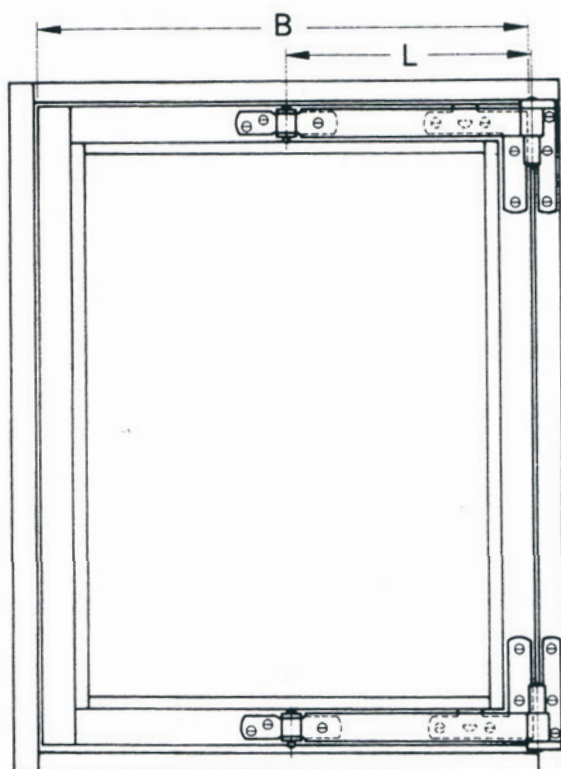

Fig. 1: Vindue forfra
De fire størrelser omsvingsbeslag dækker vinduesbredder (B) fra 500 til 900mm. Beslagets længde (L) vælges således, at den er lig med eller større end halvdelen af vinduesrammens bredde (B). Øverste og nederste bærevinkel fastskrues på rammen med 4 skruer  $\varnothing 4,0$  mm som vist på fig.1.
Omsvingsbeslaget lægges på ramme og karm og stødes mod bærevinklen, som vis på fig. 1. Derefter fastskrues karm- og rammestykke med i alt 6 skruer  $\varnothing 5,0$  mm længde min 40,0mm